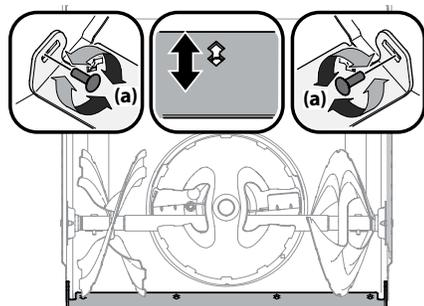

Figure 4-3
NOTE La lame de raclage de certains modèles de souffleuse à neige peut être ajustée vers l'avant pour prolonger sa durée de vie. Voir Figure 4-3.
3. Desserrez les boulons (a) des patins arrière des deux côtés de la souffleuse et retirez les boulons de carrosserie et les écrous qui fixent la lame de raclage au boîtier des tarières. Voir Figures 4-3 et 4-2.
4. Faites glisser la lame de raclage vers le bas à la deuxième position. Réinsérez tous les boulons et serrez-les bien. Voir Figure 4-3.